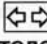

Рис. 1.43. Выключатель аварийной сигнализации
2. Нажмите клавишу , чтобы включить аварийную сигнализацию (рис. 1.43);